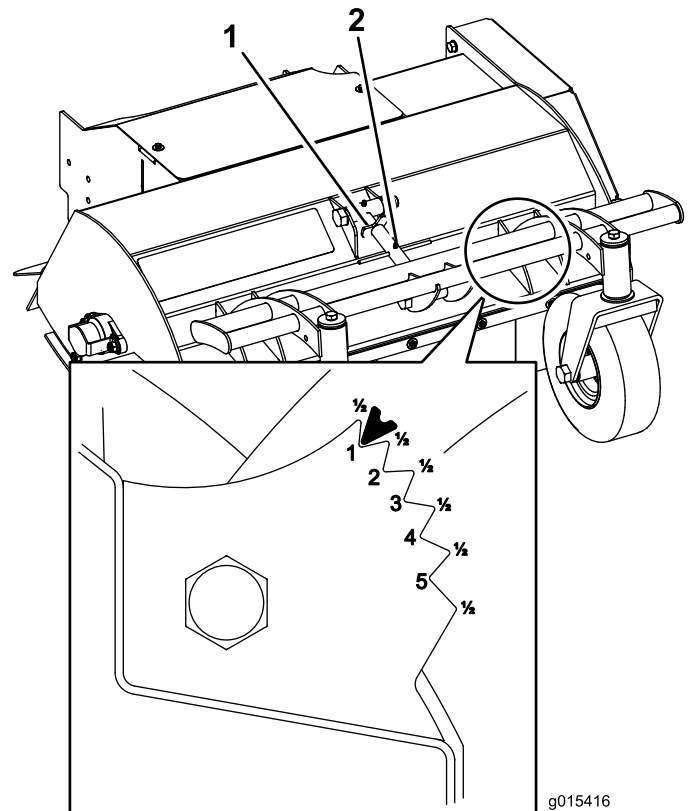

Figura 3
3. Mirando el cortacésped de frente, libere el bloqueo del tensor (**Figura 3**).
- Gire el tensor en sentido horario para reducir la altura de corte y en sentido antihorario para aumentarla hasta que llegue al ajuste que desee en el indicador de altura de corte (Figura 3).
- Ajuste el bloqueo del tensor para bloquear la configuración de la altura de corte (Figura 3).